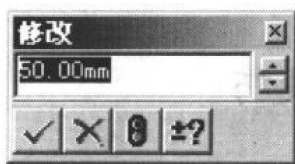

图 1-5 “修改”对话框
② 如果选择的对象是圆，就可以标注圆的直径。
③ 如果再选择一个图形对象，就可以标注这两个对象之间的角度或距离。
④ 所选择的对象也可以是直线的顶点或圆（圆弧）的圆心。
(3) 当鼠标移动到合适的位置进行尺寸标注时，会出现如图 1-5 所示的对话框。在该对话框中可以修改尺寸，然后直接按回车键或单击“确定”按钮 ☒ 即可。